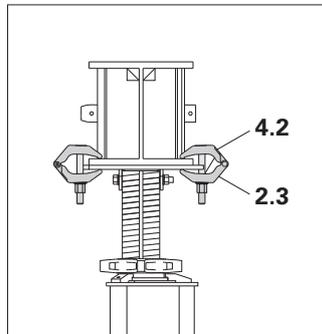

Fig. A3.05.1
2. Bloquer en position les plaques pendulaires (2.3) au niveau des étais de rive à l'aide de deux pinces (4.2), voir également A2, point 3. (Fig. A3.05.1)